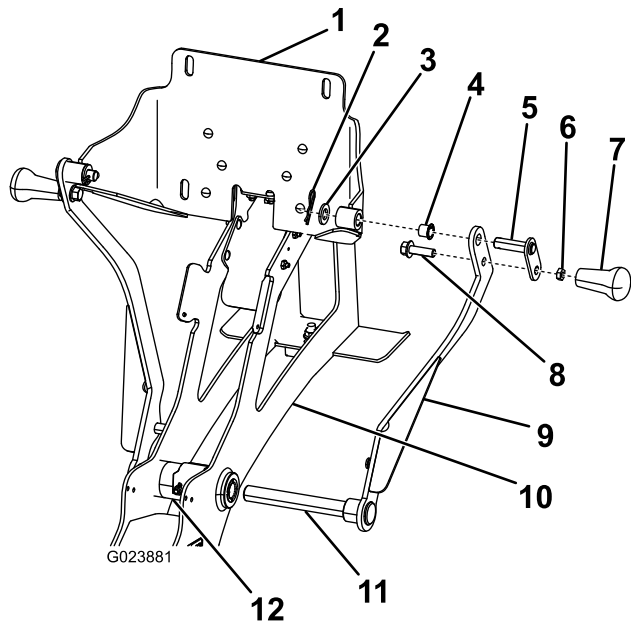

Figura 6
- Inserte el eje del brazo de sujeción derecho en el buje (Figura 6).
- Acople provisionalmente el brazo izquierdo al eje expuesto en el otro lado del bastidor. (Figura 6).
- En la chapa trasera, instale los 2 casquillos pequeños en los puntos de pivote de la chapa trasera (Figura 6).
- Desplace la placa de montaje a su posición entre los taladros superiores de cada brazo. (Figura 6).
- Instale un pasador de giro por el taladro superior del brazo y por la chapa trasera. (Figura 6).
- Sujete la manija a la chapa trasera con una arandela plana y un pasador de horquilla, tal y como se muestra en la Figura 6.
- Sujete las manijas a los taladros inferiores de los brazos (Figura 6) con un perno (3/8 x 1-1/4") y una contratuercas (3/8").
- Sujete el pasador de giro superior del brazo de sujeción de la izquierda a la chapa trasera con una arandela (1/2") y una chaveta (Figura 6).